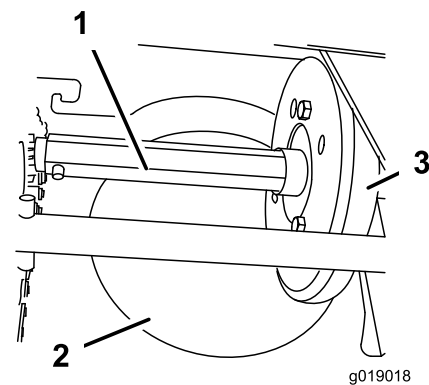

Bild 33
Schmieren Sie die Sechskantwelle mit Kfz-Öl leicht einmal pro Jahr ein (Bild 33).
**Wichtig:** Achten Sie darauf, dass kein Öl auf das Gummirad oder die Stahlriemenscheibe gelangt, da der Fahrtrieb sonst rutscht (Bild 33).